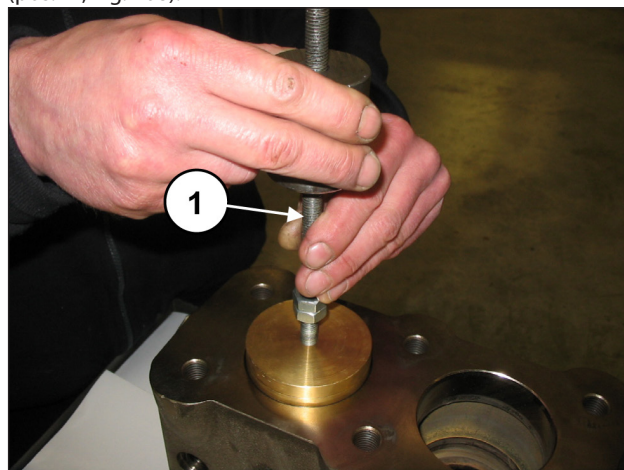

Fig. 108
Estrarre il tappo valvola mediante l'utilizzo di un estrattore a massa battente da applicare al foro M10 del tappo valvola (pos. ①, Fig. 108).